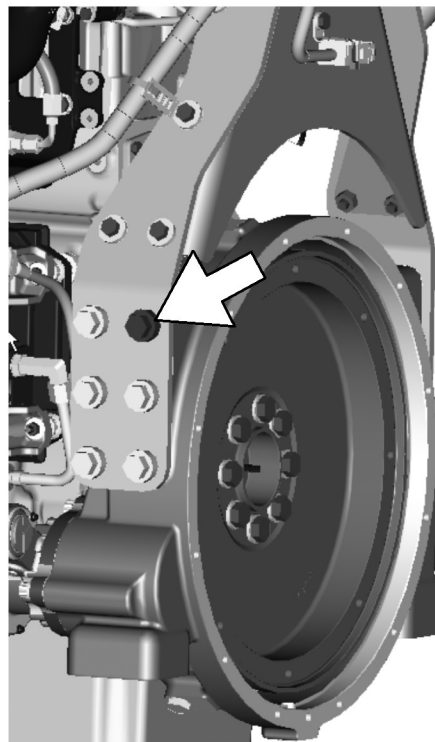
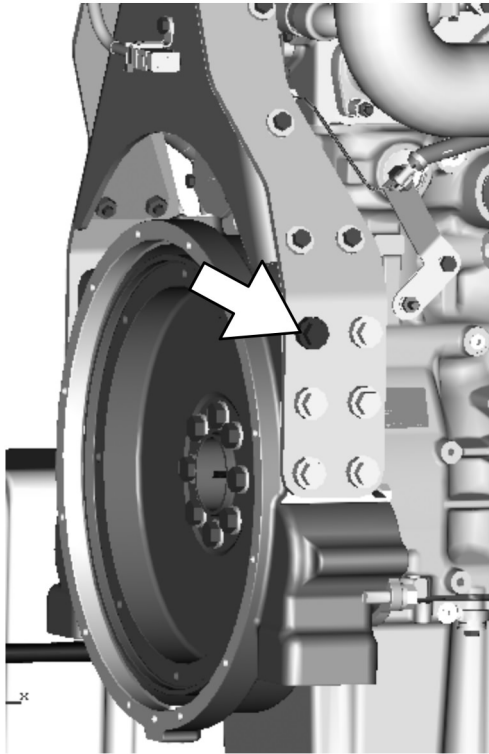
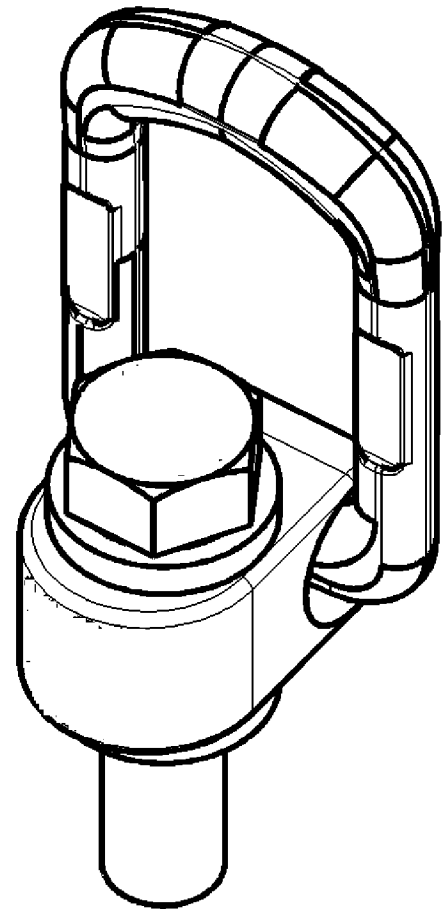

图 36
图 37
图 38
1. 拆下图 36 和图 37 中所示的螺栓。
2. 安装承载环，请参阅图 38。将承载环安装到图 36 和图 37 中所示的位置。将承载环螺栓拧紧至扭矩为 370 N·m (272 lb ft)。